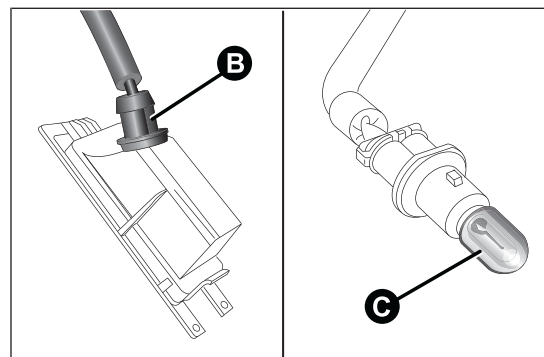

fig. 138
- tourner la douille B fig. 138 dans le sens des aiguilles d'une montre, enlever l'ampoule C et la remplacer ;